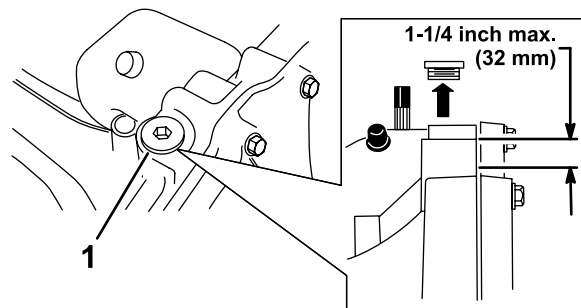

Figura 30
- Pulite attorno al tappo di riempimento (Figura 30) in modo che la morchia non cada nel serbatoio se occorre rabboccare.
- Nota:** Il livello massimo deve trovarsi a 32 mm al di sotto della parte superiore dell'apertura di riempimento (Figura 30). All'occorrenza rabboccate.